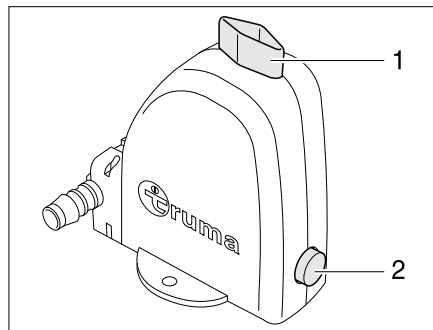

Bild 183 Sicherheits-/Ablassventil des Boilers geöffnete Stellung
Der Boiler ist mit einem Sicherheits-/Ablassventil (Bild 183) ausgestattet. Das Sicherheits-/Ablassventil verhindert, dass das Wasser im Boiler einfriert, wenn bei Frost die Heizung nicht eingeschaltet ist.
- Sicherheits-/Ablassventil schließen. Dazu den Drehknopf (Bild 183,1) quer zum Sicherheits-/Ablassventil drehen und den Druckknopf (Bild 183,2) hineindrücken.
- Sicherheits-/Ablassventil öffnen. Dazu den Drehknopf (Bild 183,1) längs zum Sicherheits-/Ablassventil drehen. Der Druckknopf (Bild 183,2) springt heraus. Der Boiler wird über das Sicherheits-/Ablassventil nach außen entleert.